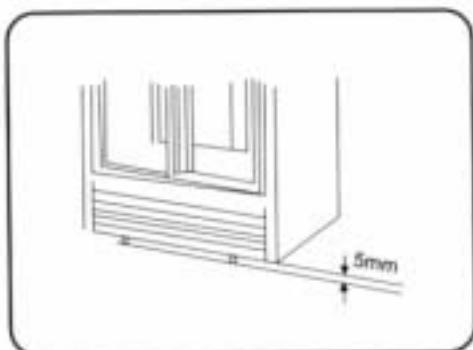

图4
3. 展示柜放置好后，调节前面地脚螺栓的高度，使前面的滚轮离开地面约5mm。（图4）